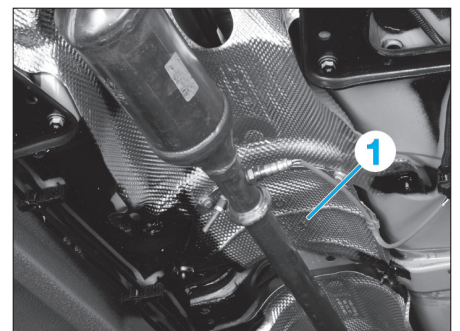

Fig. 7
- Déposer l'écran thermique (1) (Fig.7).